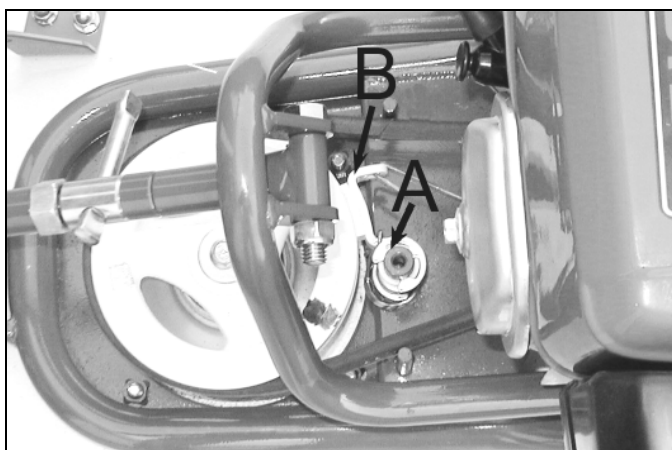

Figure 23
**Contrôlez le frein de lame (figure 23, repère B) tous les mois. Pour cela, mesurez le temps que la lame met pour s'arrêter lorsque vous relâchez la poignée d'embrayage. Si le temps dépasse les 7 secondes, faites immédiatement changer le frein de lame par votre revendeur.**